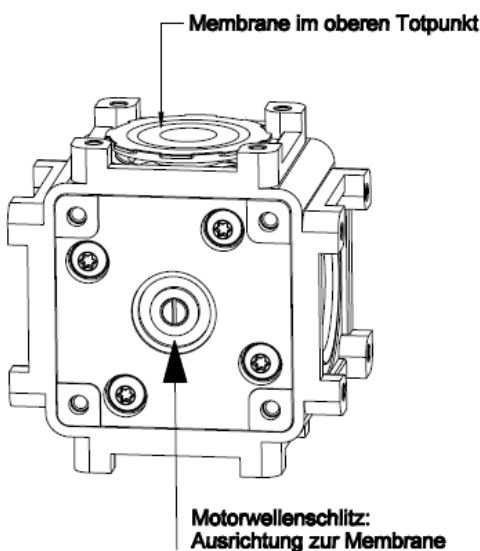

Fig. 14
- 7. Mit Schlitz-Schraubendreher die Motorenwelle drehen bis die Membrane in der obersten Position (oberer Totpunkt) steht. Ausrichtung des Schlitzes in der Motorenwelle zur Membrane beachten. Siehe Fig.14.
- 8. Membrane (9) mit Schlüssel (siehe Zubehör) lösen. Schlüssel dabei gut andrücken und auf korrekten Sitz achten damit die Zähne der Membrane nicht beschädigt werden. Sicherstellen, dass keine Scheiben (10) ins Pumpengehäuse gelangen. Eine Scheibe pro Membrane!
- 12. Mit Schlitz-Schraubendreher die Motorenwelle drehen bis der Pleuel in der obersten Position (oberer Totpunkt) steht. Ausrichtung des Schlitzes in der Motorenwelle zur Membrane beachten. Siehe Fig.14.
- 13. Membrane (9) mit einer Scheibe (10) in Pleuel schrauben. Sicherstellen, dass keine Scheiben (10) ins Pumpengehäuse gelangen.
- 18. Mit Schlitz-Schraubendreher die Motorenwelle drehen bis die Membrane in der obersten Position (oberer Totpunkt) steht. Ausrichtung des Schlitzes in der Motorenwelle zur Membrane beachten. Siehe Fig.14.